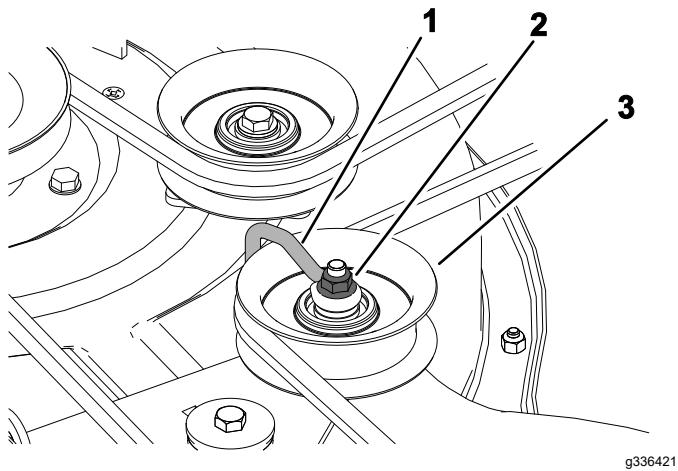

Figure 51
5. Sur les tabliers à 3 lames, desserrez l'écrou qui fixe le fil métallique à la poulie de tension (Figure 51).
- Remarque:** Positionnez le fil métallique contre le bras de la poulie de tension comme montré à la Figure 51.